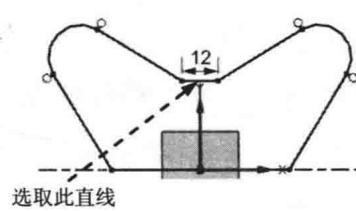
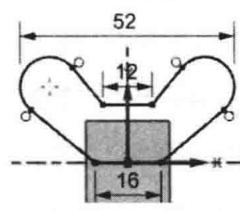
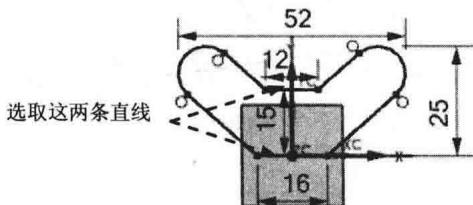
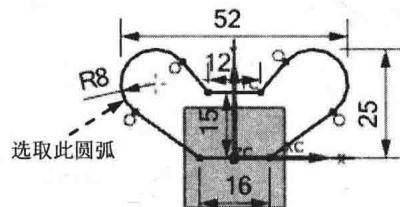

图 1.3.10 标注水平尺寸 1
图 1.3.11 标注水平尺寸 2
图 1.3.12 标注竖直尺寸
图 1.3.13 标注圆弧尺寸
Step4. 添加尺寸约束。选择下拉菜单 **插入(Insert)** → **尺寸(Dimension)** → **快速(Fast)** 命令，选择图 1.3.10 所示的直线，系统自动生成尺寸，选择合适的放置位置单击，在系统弹出的动态输入框中输入数值 12，结果如图 1.3.10 所示；参照上述步骤标注图 1.3.11 所示的其余的水平尺寸。接着标注直线到直线的距离。选择图 1.3.12 所示的直线，系统生成竖直尺寸，选择合适的放置位置单击，在系统弹出的动态输入框中输入数值 15，结果如图 1.3.12 所示；参照上述步骤标注图 1.3.12 所示的其余的竖直尺寸。选择下拉菜单 **插入(Insert)** → **尺寸(Dimension)** → **快速(Fast)** 命令，选择图 1.3.13 所示的圆弧，系统自动生成尺寸，选择合适的放置位置单击，在系统弹出的动态输入框中输入数值 8，结果如图 1.3.13 所示。